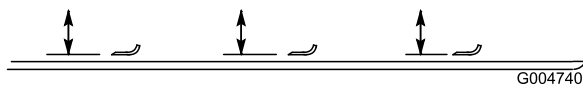

Figure 85
2. Tournez la lame dans le sens longitudinal (Figure 85). Mesurez la distance entre l'intérieur du tablier de coupe et le tranchant à l'avant de la lame. Notez cette valeur.